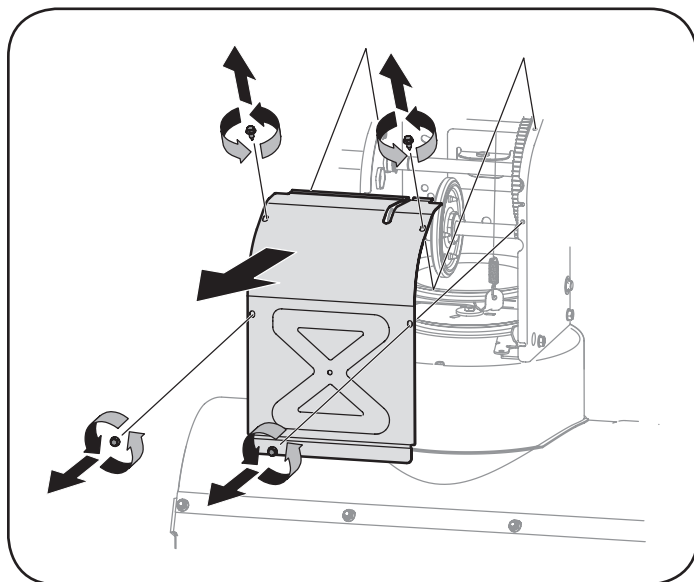

Figura 26
5. Saque la cubierta del marco desde debajo de la máquina quitanieve retirando los cuatro tornillos autorroscantes que la aseguran. Vea la Figura 26.